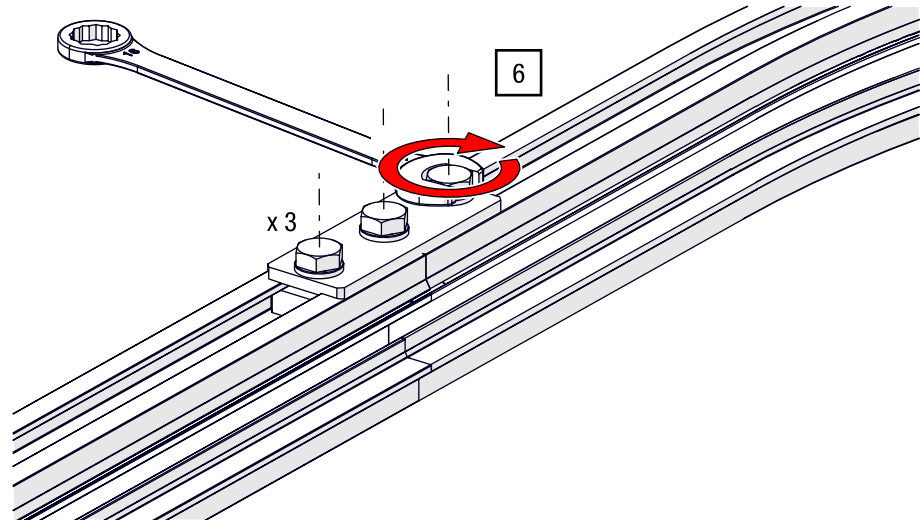

Abb. 48: Schienenverbinder – Sechskantschrauben anziehen
6. Ziehen Sie die vier M10 Sechskantschrauben mit einem Sechskant-Gabelschlüssel SW 17 innen nach außen an (siehe Abb. 48).